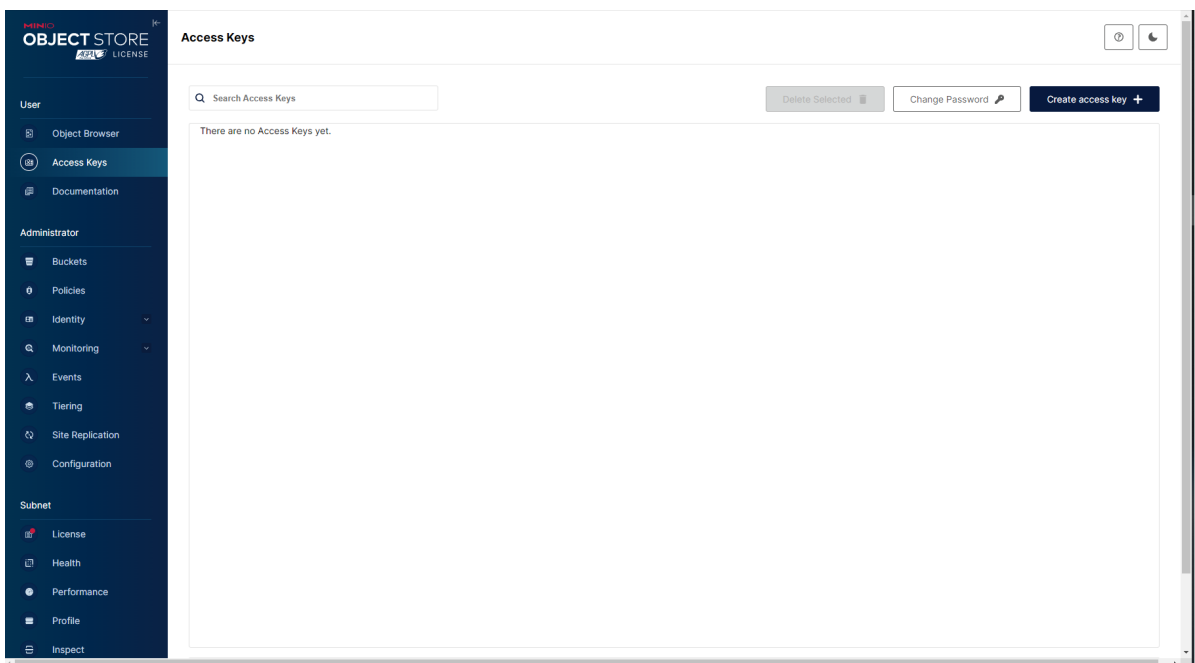

Рис. 80. Окно «Access Keys»
- 2) Вкладка «Access Keys» позволяет создать ключи доступа-это дочерние идентификаторы аутентифицированного пользователя MinIO, в том числе идентификаторы, управляемые извне. Каждый ключ доступа наследует привилегии в соответствии с политиками, прикрепленными к родительскому пользователю или группам, в которых состоит родительский пользователь. Ключи доступа также поддерживают дополнительную встроенную политику, которая дополнительно ограничивает доступ к подмножеству действий и ресурсов, доступных родительскому пользователю. Окно «Access Keys» показано на рис. 80 Окно «Access Keys».